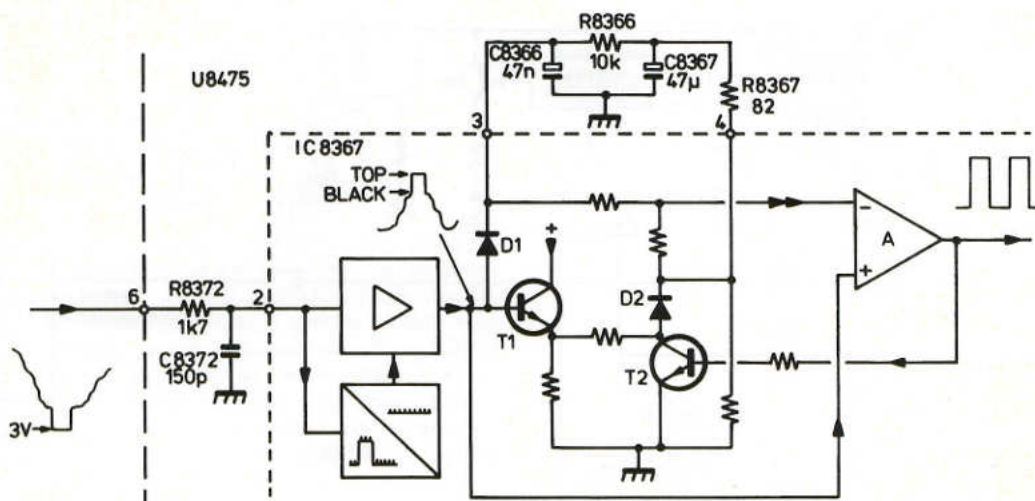

Fig. 35
**2. Sync. separator (Fig. 35 & 36)**